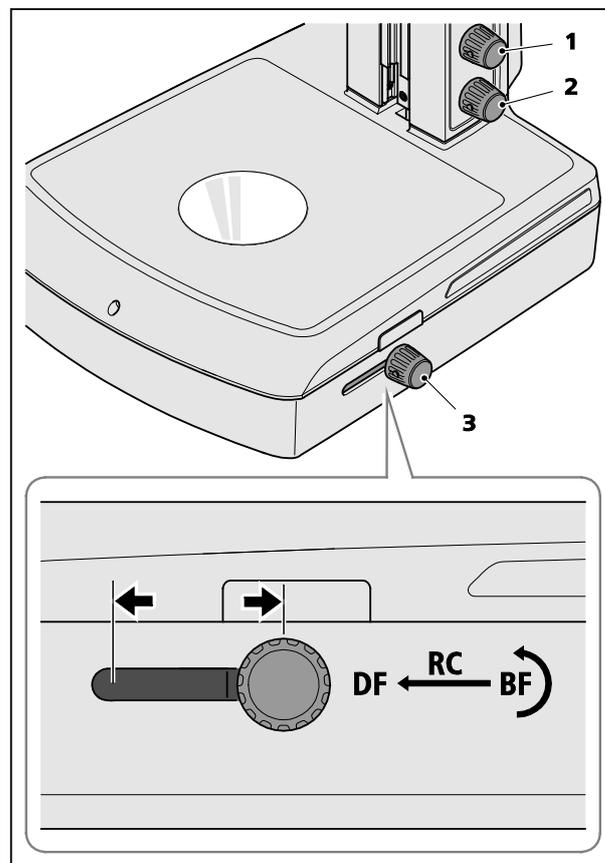

図 5 透過光ユニットの操作
- 下側の回転ボタン (図 5/2) を押して透過光照明をオンにし、回して強度を調整します。
- 透過光明視野照明を調整する時は、回転/スライドボタン (図 5/3) を後ろ側の位置 (BF) にスライドします。次に、対象が下から明るく照らされるまで、ボタンを回して回転鏡の傾斜角を調整します。
- 側面の透過光暗視野照明を調整する時は、操作ボタン (図 5/3) を前側の位置 (DF) にスライドします。
回転/スライドボタン (図 5/3) を中央の位置 (RC) にスライドし、鏡をさらに傾けると、斜光照明が生成され、無色の対象物の構造をレリーフコントラストで見えるようになります。
上側の照明ボタン (図 5/1) を押す/回すことにより、調整済み透過光に入射光を追加することができます。